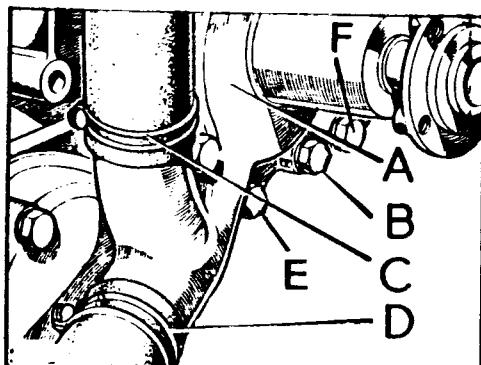

Fig. A1-29 Desmontaje de la bomba de agua
1.6. Soltar las bridas, C y D (Fig. A1-29) y separar los dos manguitos de la bomba de agua.
1.7. Desmontar los 5 tornillos, B (Fig. A1-29) que fijan exclusivamente la bomba, y los 4 tornillos, E, que fijan la bomba de agua y la tapa de la distribución. Extraer la bomba de agua, A, en unión de su junta.
- 2.2. Montar la bomba de agua, fijándola con sus tornillos y arandelas, B y E (Fig. A1-29) e instalar los dos manguitos, fijándolos con sus bridada, C y D (Fig. A1-29).